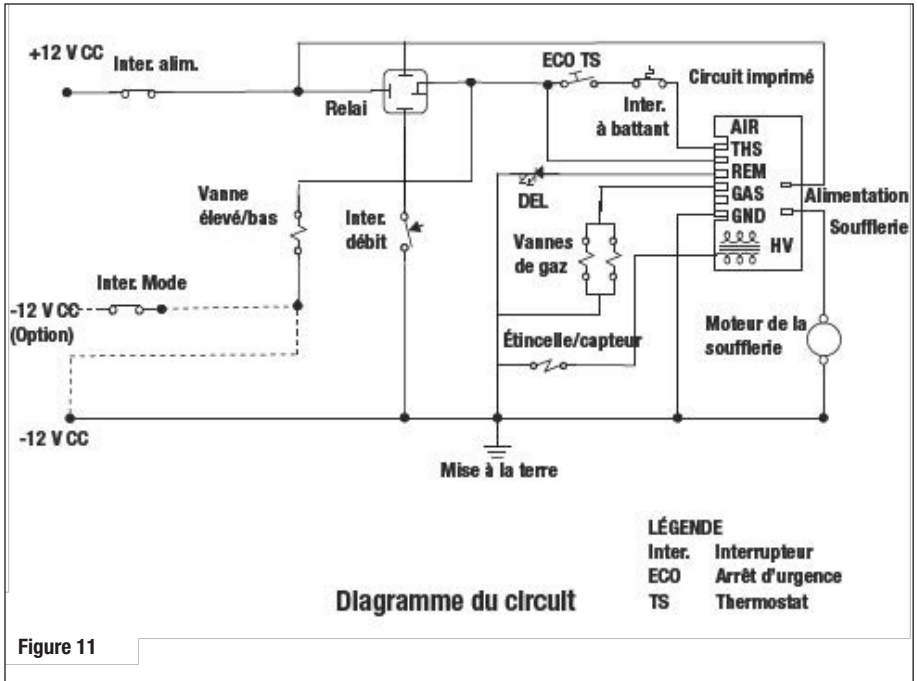

Figure 11
- 3. Figure 11** : Diagramme du circuit pour illustrer la logique de contrôle et la fonction de chaque composante électrique.